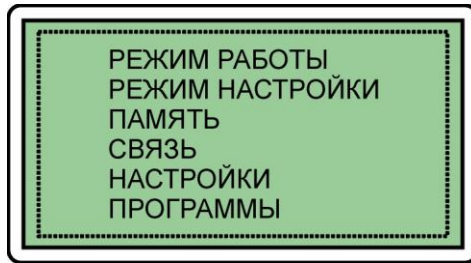

Рис. 6.1 Основное меню дефектоскопа
6.1.1.2 Для вызова основного меню дефектоскопа однократно нажать кнопку "✂" МЕНЮ (рис. 6.1).